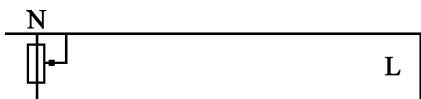

图 15-108 插入滑动变阻器
2) 单击“默认”选项卡“修改”面板中的“移动”按钮, 选择滑动变阻器作为移动对象, 捕捉端点 B1 作为移动基点, 将图形拖到导线处, 捕捉导线端点 N 作为图形的插入点, 结果如图 15-108 所示。